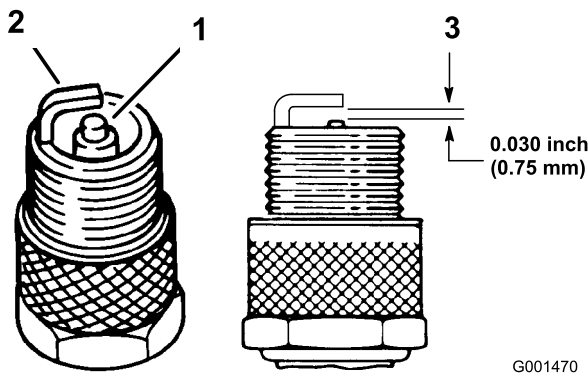

Figura 25
1. Mire la parte central de las bujías (Figura 25). Si se observa un color gris o marrón claro en el aislante, el motor está funcionando correctamente. Si el aislante aparece de color negro, significa que el limpiador de aire está sucio.
2. Compruebe la separación entre los electrodos central y lateral (Figura 25). Si la distancia no es correcta, doble el electrodo lateral (Figura 25).
3. Conecte los cables a las bujías (Figura 25).